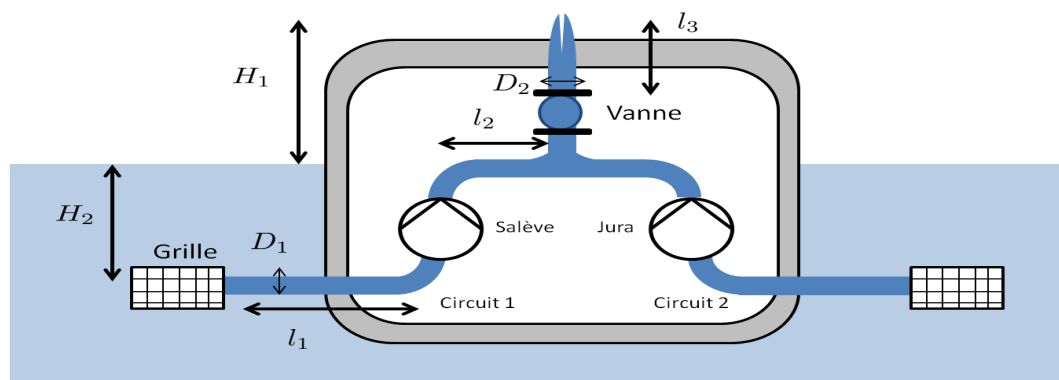

FIGURE 2 – Schéma du réseau hydraulique.
Nous allons maintenant déterminer la puissance des pompes nécessaire pour obtenir un jet d'une hauteur de 140m. Le réseau hydraulique est schématisé sur la figure 2. Il s'inspire du vrai réseau, les données du système réel n'étant pas communiquées. Aussi, les dimensions et les pertes de charge du problème dans cet exercice ne correspondent pas nécessairement aux données réelles.
1. En supposant le réseau parfait sans dissipation, déterminer la charge Δp_0 nécessaire pour pomper le fluide à la profondeur H_2 (figure 2) et l'expulser à la hauteur H_1 à la vitesse U_e . Exprimer aussi le résultat en bar.